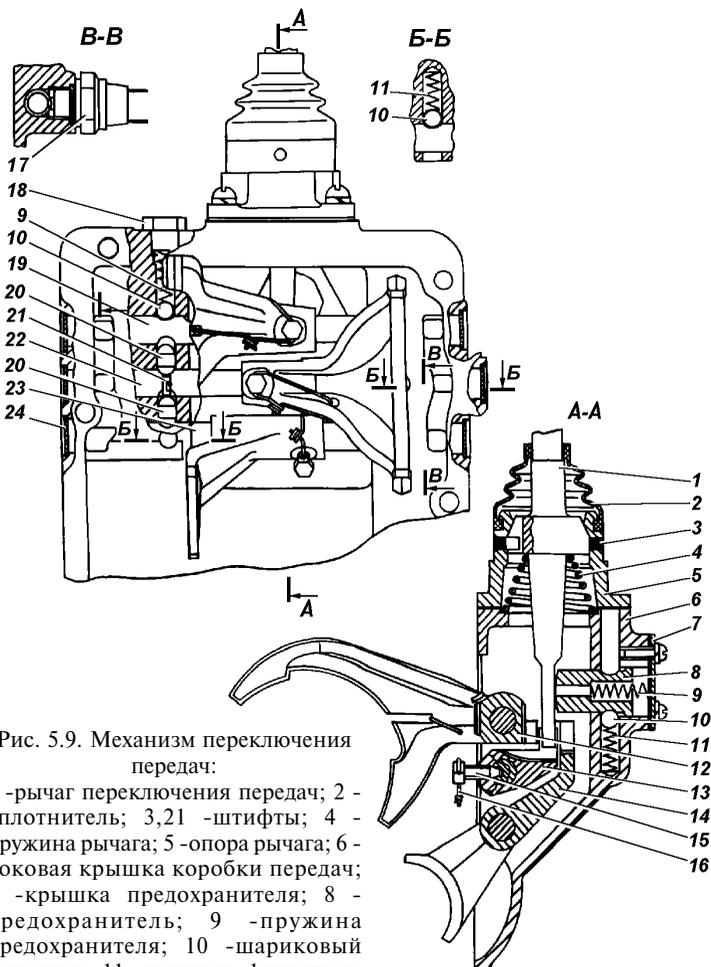

Рис. 5.9. Механизм переключения передач:
**Механизм переключения передач** (рис. 5.9) имеет три вилки переключения, входящие в соединение с подвижными элементами коробки передач. Все вилки крепятся на штоках с помощью болтов, имеющих в конце конус. Штоки вместе с вилками перемещаются в осевом направлении. Для фиксирования положения нейтрали и включенной передачи штоки имеют пружинные фиксаторы. Между штоками установлено замочное устройство, которое препятствует одновременному включению двух передач. Один из штоков, выведенный из нейтрали, запирает другие.